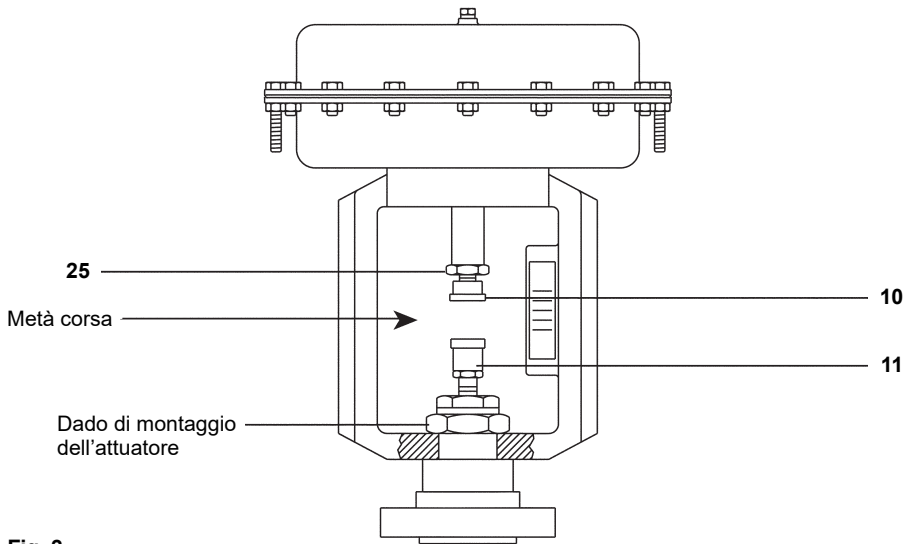

Fig. 3
3.1 Montaggio di un attuatore PN9100E, PN9200E, PN9300E o PN9400E sulla valvola (Figure 3 e 4):
Per tarare il set point, fare riferimento alla Fig. 3 e seguire la presente procedura: